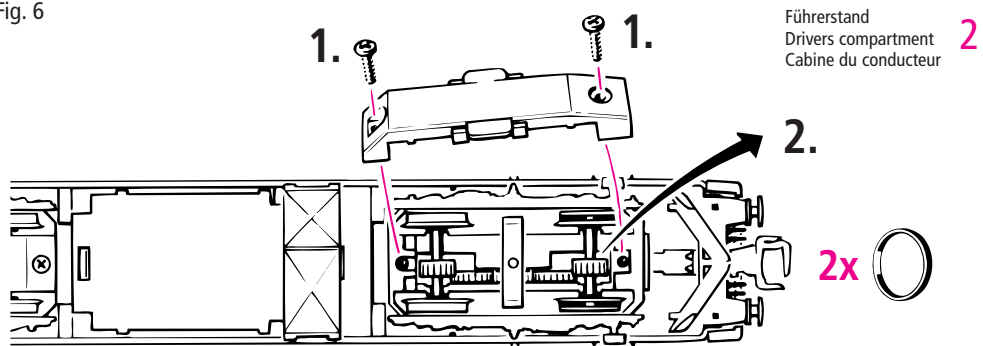

Fig. 7
**1. Reinigung der Radstromkontakte:** Radstromkontakte können auf unsauberen Schienen leicht verschmutzen. Bitte **entfernen Sie vorsichtig** mit einem kleinen Pinsel **den Schmutz** an den in Fig. 7 gekennzeichneten Stellen. Bitte zuerst das Lokgehäuse abnehmen (Fig. 3).
**1. Nettoyage des lames de contact aux roues:** Les lames de contact risquent de s'encrasser rapidement sur des voies poussiéreuses. Veuillez **enlever la poussière** aux endroits marqués à la fig. 7 après avoir démonté la caisse de la locomotive (fig. 3).
**1. Cleaning of wheel contacts:** Wheel contacts easily get dirty on tracks which are not entirely clean. Use a small brush to **remove dirt** from spots marked in fig. 7. Prior to this remove loco body (fig. 3).